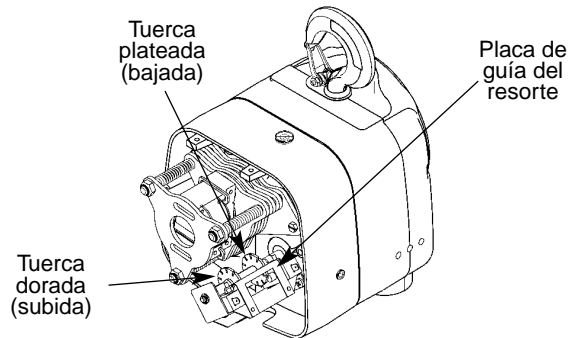

Figura 3 — Conjunto del limitador de izaje
3. Use un destornillador para forzar la placa de guía de resorte fuera de las ranuras en las tuercas del limitador de izaje (vea la Figura 3). Desenrosque la tuerca dorada hasta el centro del eje con rosca. No desconecte los alambres de los limitadores de izaje.
Vea la Figura 3.